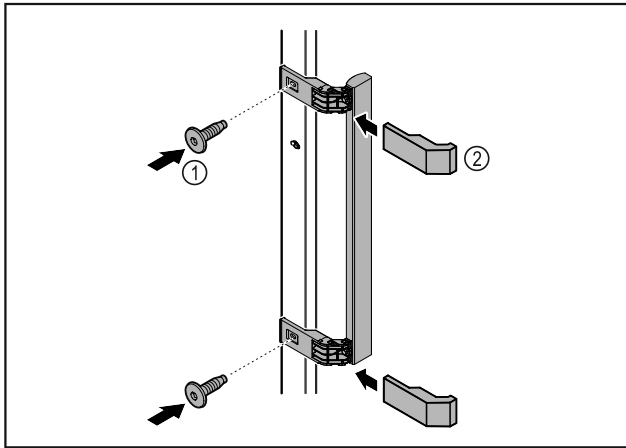

Fig. 48
- Griff aus dem Beipack mit den beiliegenden Schrauben Fig. 48 (1) an der Tür anbringen.
- Abdeckung Fig. 48 (2) aufsetzen.